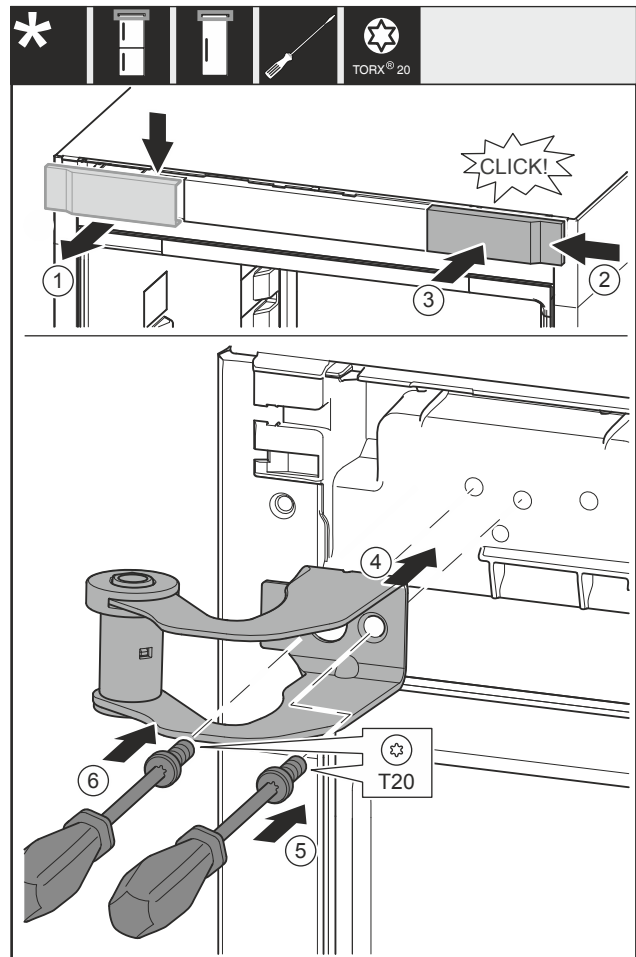

Fig. 12
- Abdeckung Fig. 12 (1) von oben nach vorne abnehmen.
- Abdeckung Fig. 12 (2) um 180° gedreht auf der anderen Seite von rechts einhängen.
- Abdeckung Fig. 12 (3) einrasten.
- Oberen Lagerbock Fig. 12 (4) ansetzen.
- Schraube Fig. 12 (5) festdrehen.
- Schraube Fig. 12 (6) festdrehen.